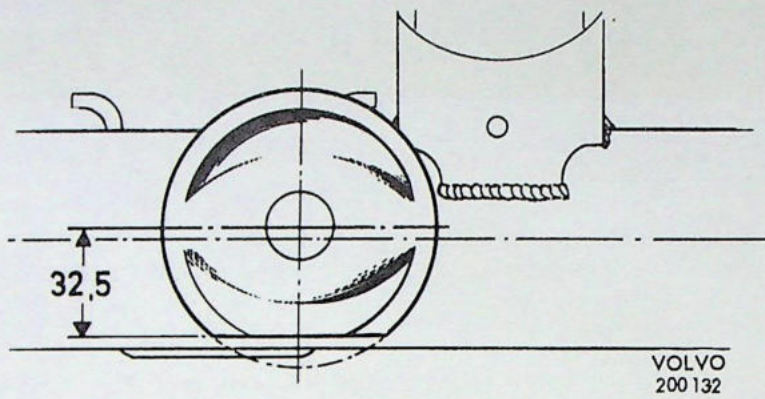

Fig. 1
1. Van de achterrand van de bufferschotels, zie Fig. 1, moet een stuk worden afgeslepen, teneinde de speling tussen deze schotels en de schroefveren zeker te stellen. De remleidingen moeten onder de schotels liggen en hierdoor worden beschermd.